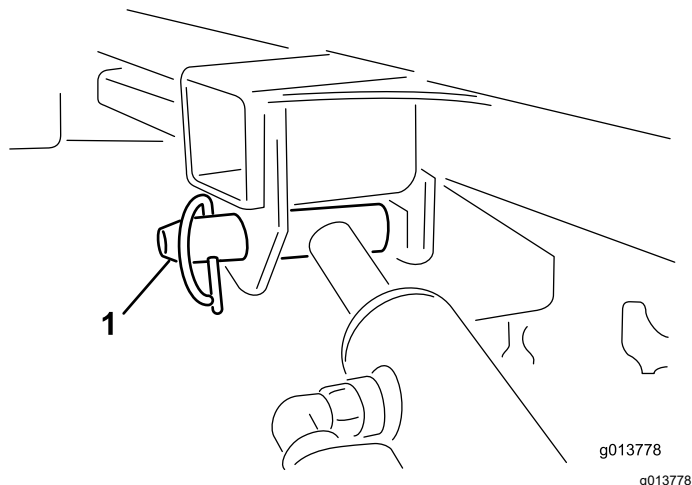

Bild 53
11. Halten Sie den Hubzylinder mit einer Hand fest. Entfernen Sie den Arretierstift des Hubzylinders mit der anderen Hand (**Bild 53**).